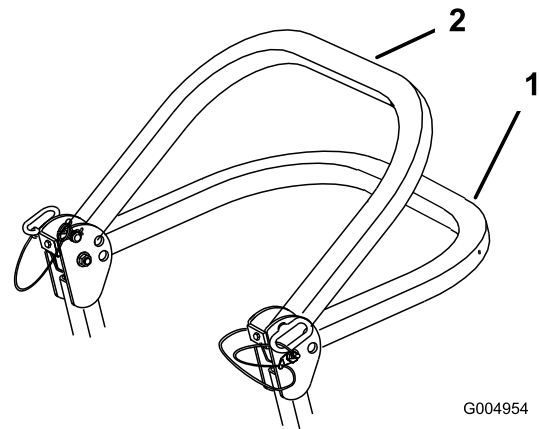

Bild 8
2. Senken Sie den Überrollbügel ab. Es gibt zwei abgesenkte Stellungen. Die Stellungen finden Sie in Bild 8.